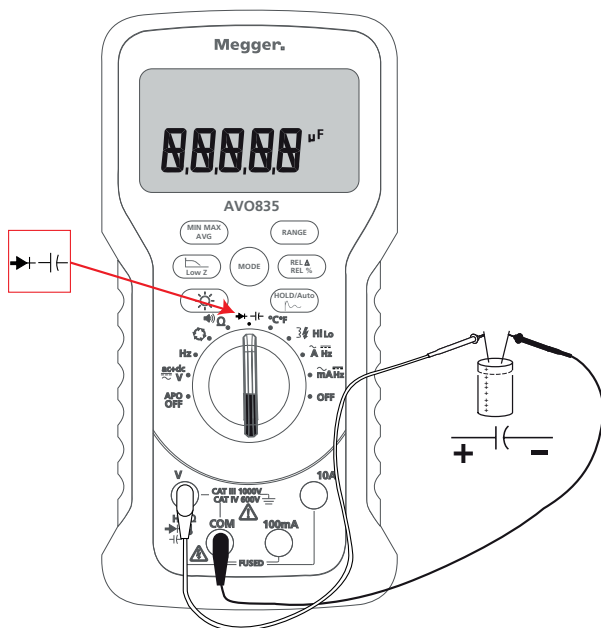

Abb. 6: Einstellen der Kapazitätsmessung
2. Stellen Sie das Gerät ein, wie in Abb. 6 beschrieben.